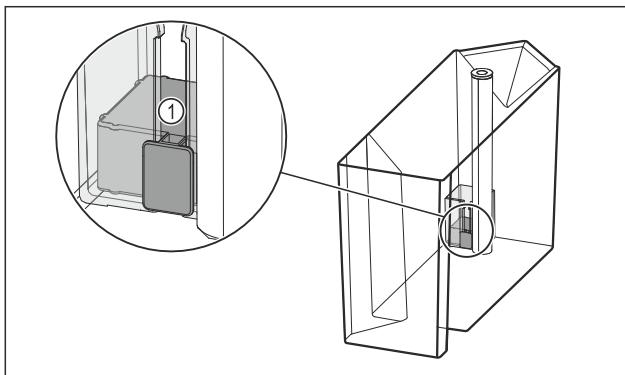

Fig. 100
- Перевірити, чи не заклинило поплавець Fig. 100 (1). Якщо поплавець заклинило: